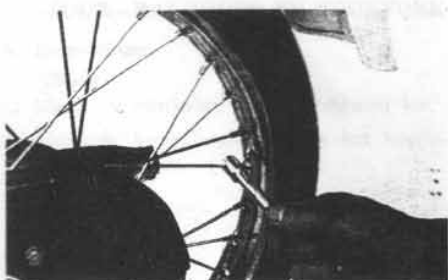

Fig. 81 Spannen van spaken
- 6) Controleer de spaken of ze verbogen, gebroken, of niet goed gespannen zijn. (Fig. 81)